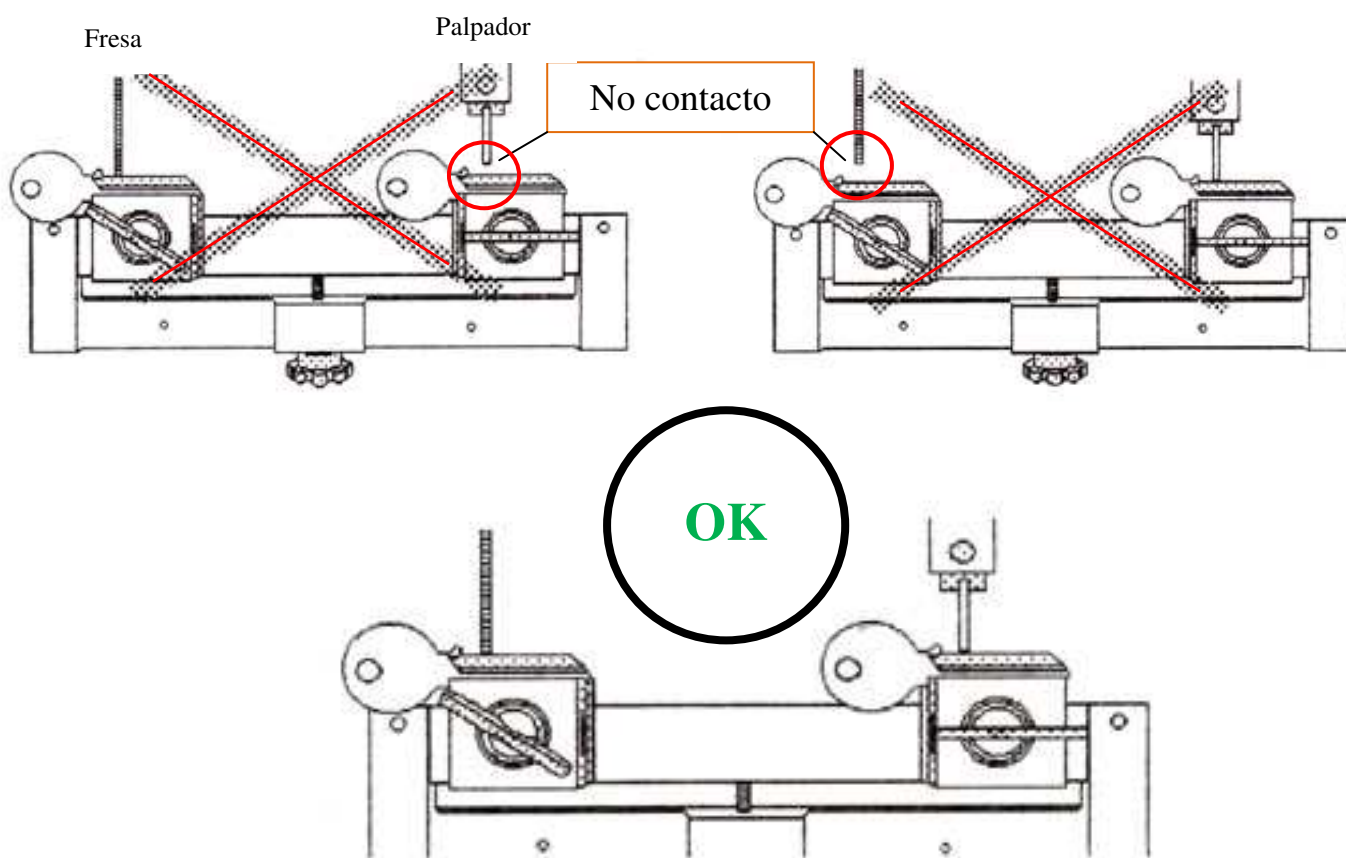

Figura 34
- 5) Empuje el conjunto del carro hacia adelante. Si el palpador no toca la llave en bruto A o si la fresa no toca la llave en bruto B (ver figura 34 en pag. 31), siga los siguientes pasos para ajustar la profundidad del palpador: